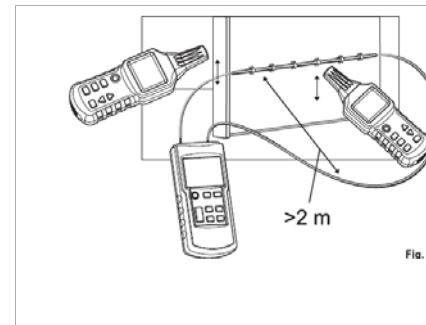

Fig. 3-2-4
- Připojte vysílač podle obrázku Fig 3-2-4